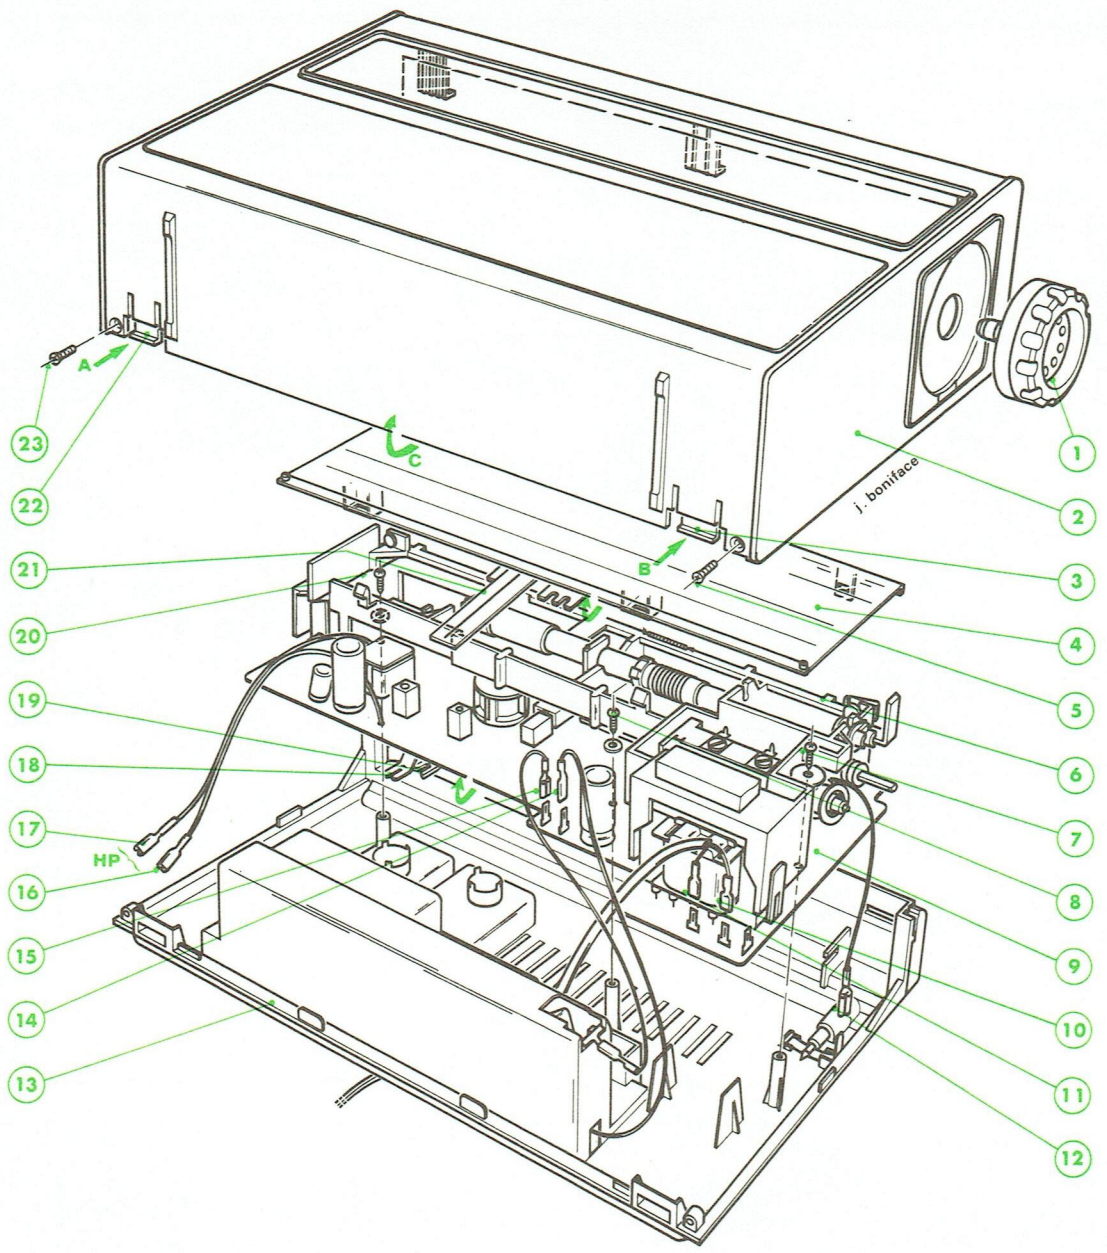

Fig. 1
A. ACCÈS AU CIRCUIT IMPRIMÉ COTÉ ÉLÉMENTS (Fig. 1)
- 1° - Enlever par traction le bouton de commande « RECHERCHE DES STATIONS » (1).
- 2° - Retirer les deux vis (5) et (23).
- 3° - Déboîter la coquille avant (2) de la coquille arrière (13) en appuyant sur les verrous (3) et (22) dans le sens des flèches (A) et (B).
- 4° - Basculer dans le sens de la flèche (C) la coquille avant (2) pour la dégager de la coquille arrière (13).
- 5° - Déboîter et retirer le cadran (4) de son support en le dégageant de l'aiguille indicatrice (21).
B. ACCÈS AU CIRCUIT IMPRIMÉ COTÉ CUIVRE (Fig. 1)
- 2° - Débrancher les fils (16) et (17) du haut-parleur, ainsi que les fils (10), (11), (14), (15) du circuit imprimé (9), et le fil (12) de la coquille arrière (13).
- 3° - Retirer les vis de fixation (7), (8) et (20) du circuit imprimé (9).
- 4° - Enlever le circuit (9) de la coquille arrière (13).
- 5° - Lors du remontage du circuit (9), ne pas omettre de replacer correctement les curseurs (18) et (19) sur leur potentiomètre respectif.